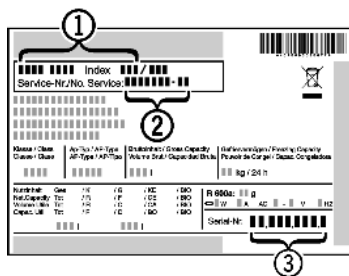

Fig. 15
- ▶ A készülék megnevezését Fig. 15 (1), a szerviz- Fig. 15 (2) és sorozatszámot Fig. 15 (3) a típustábláról olvassa le. A típustábla a készülék belsejében baloldalon található.
- ▶ Értelmezze a vevőszolgálatot a hibáról, és adja meg nekik a készülék megnevezését Fig. 15 (1), a szerviz- Fig. 15 (2) és a sorozatszámot Fig. 15 (3).